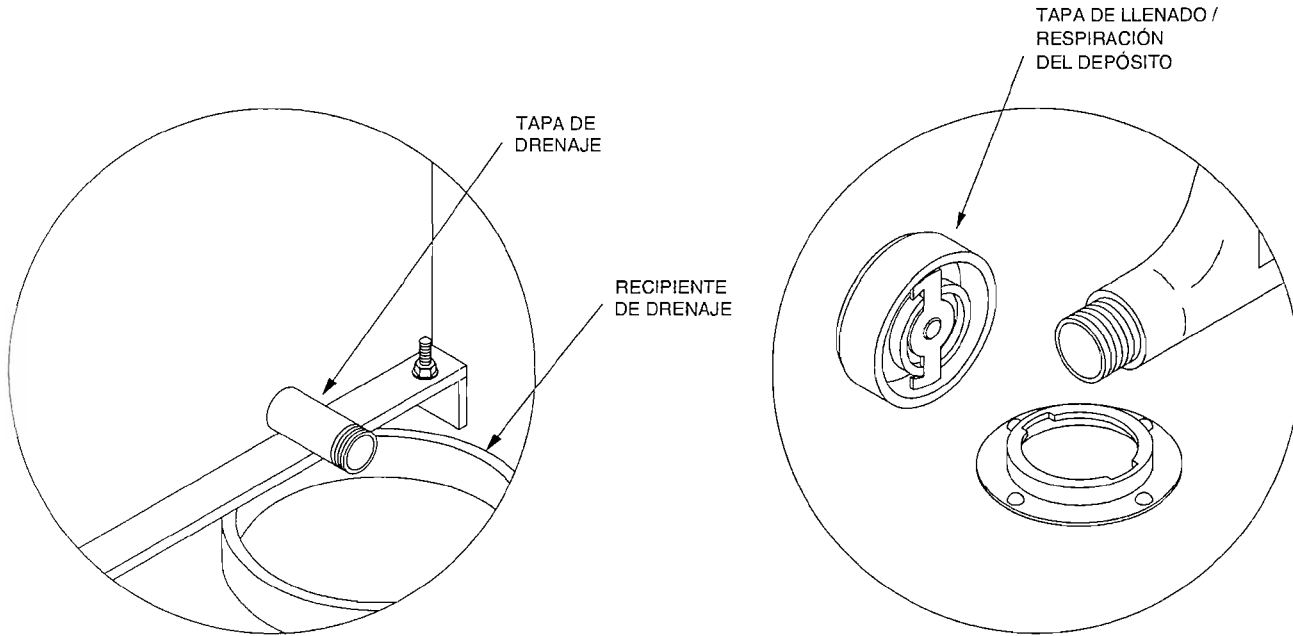

Figura B-1. Cambio de aceite de la fuente de alimentación hidráulica.
2. Se requiere un recipiente lo suficientemente grande (cerca de 20 litros /5 galones americanos), para contener todo el aceite que se va a descargar y que se encuentra en el depósito de la fuente de alimentación hidráulica. Coloque el recipiente debajo del drenaje del depósito, como se muestra en la Figura B-1. Retire la tapa del drenaje con una llave y permita que el depósito se descargue completamente.
4. Abra la tapa de llenado/respiración, como se muestra en la Figura B-1. Llene el depósito arriba de la línea negra del indicador de nivel de aceite/termómetro. Utilice uno de los fluidos enlistados en la calcomanía de información sobre la fuente de alimentación hidráulica en el depósito.